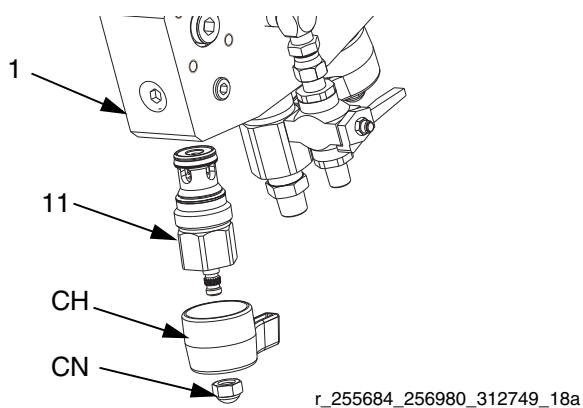

FIG. 6
1. Applicare il blocco filettato blu ai filetti esterni delle cartucce (11) e installarlo nel collettore con l'asta facendola arretrare completamente in senso antiorario. Disporre una chiave sulle parti piatte della cartuccia e stringere con 170 N•m (125 piedi-lb). Vedere la FIG. 6 a pagina 19.
2. Installare la manopola (CH) e il dado a tappo (CN) sulla cartuccia in modo che le manopole siano puntate l'una verso l'altra quando sono chiuse.